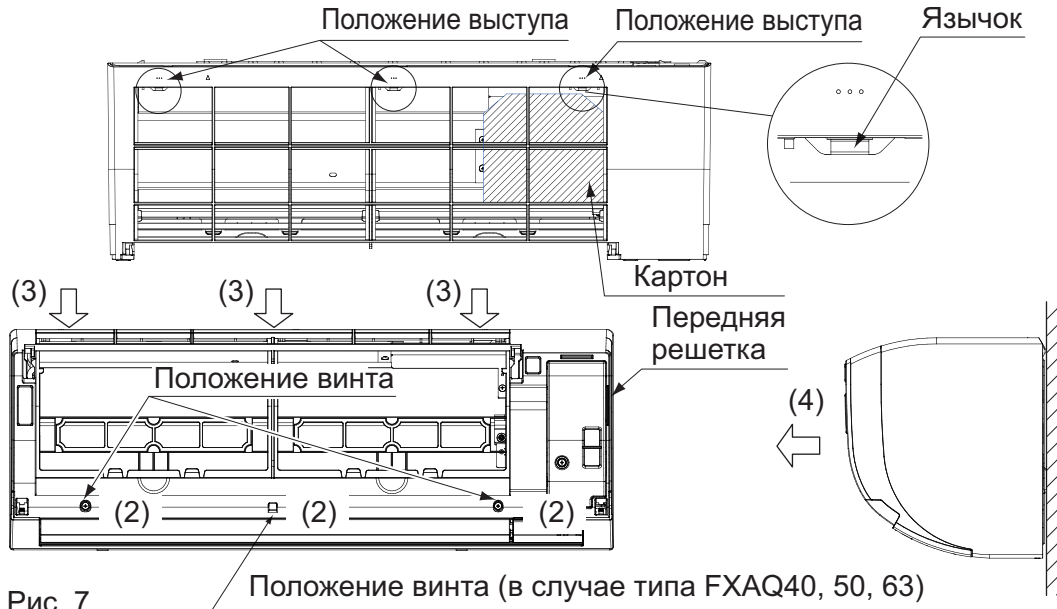

Рис. 7
- Снимите переднюю решетку. (См. рис. 7)
- Уберите буферный материал, подставленный при выполнении шага (6).